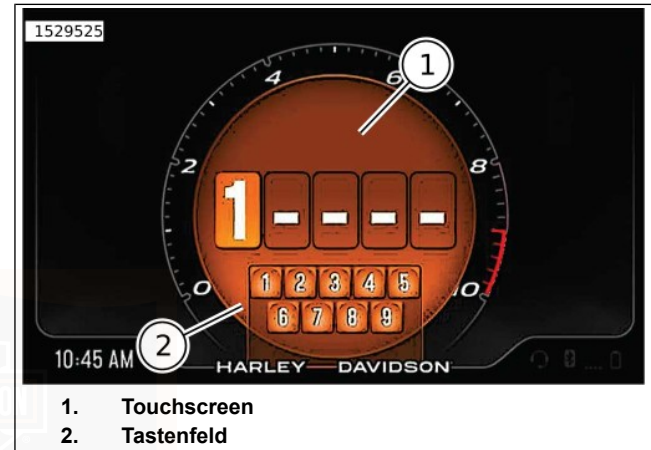

Abbildung 25. PIN-Bildschirm mit Eingabe über ein Tastenfeld
1. Abbildung 25 Beim Berühren des PIN -Bildschirms (1), wird der Tastatureintrag (2) angezeigt.